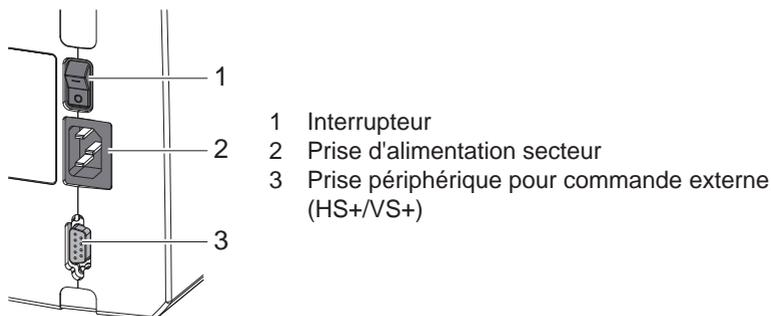

Figure 3 Connexion
2. Brancher la commande externe à la prise SUB-D 9 broches femelle de l'interface périphérique (3 / Figure 3).
- ▶ Mettre l'appareil sous tension à l'aide de l'interrupteur (1 / figure 3).